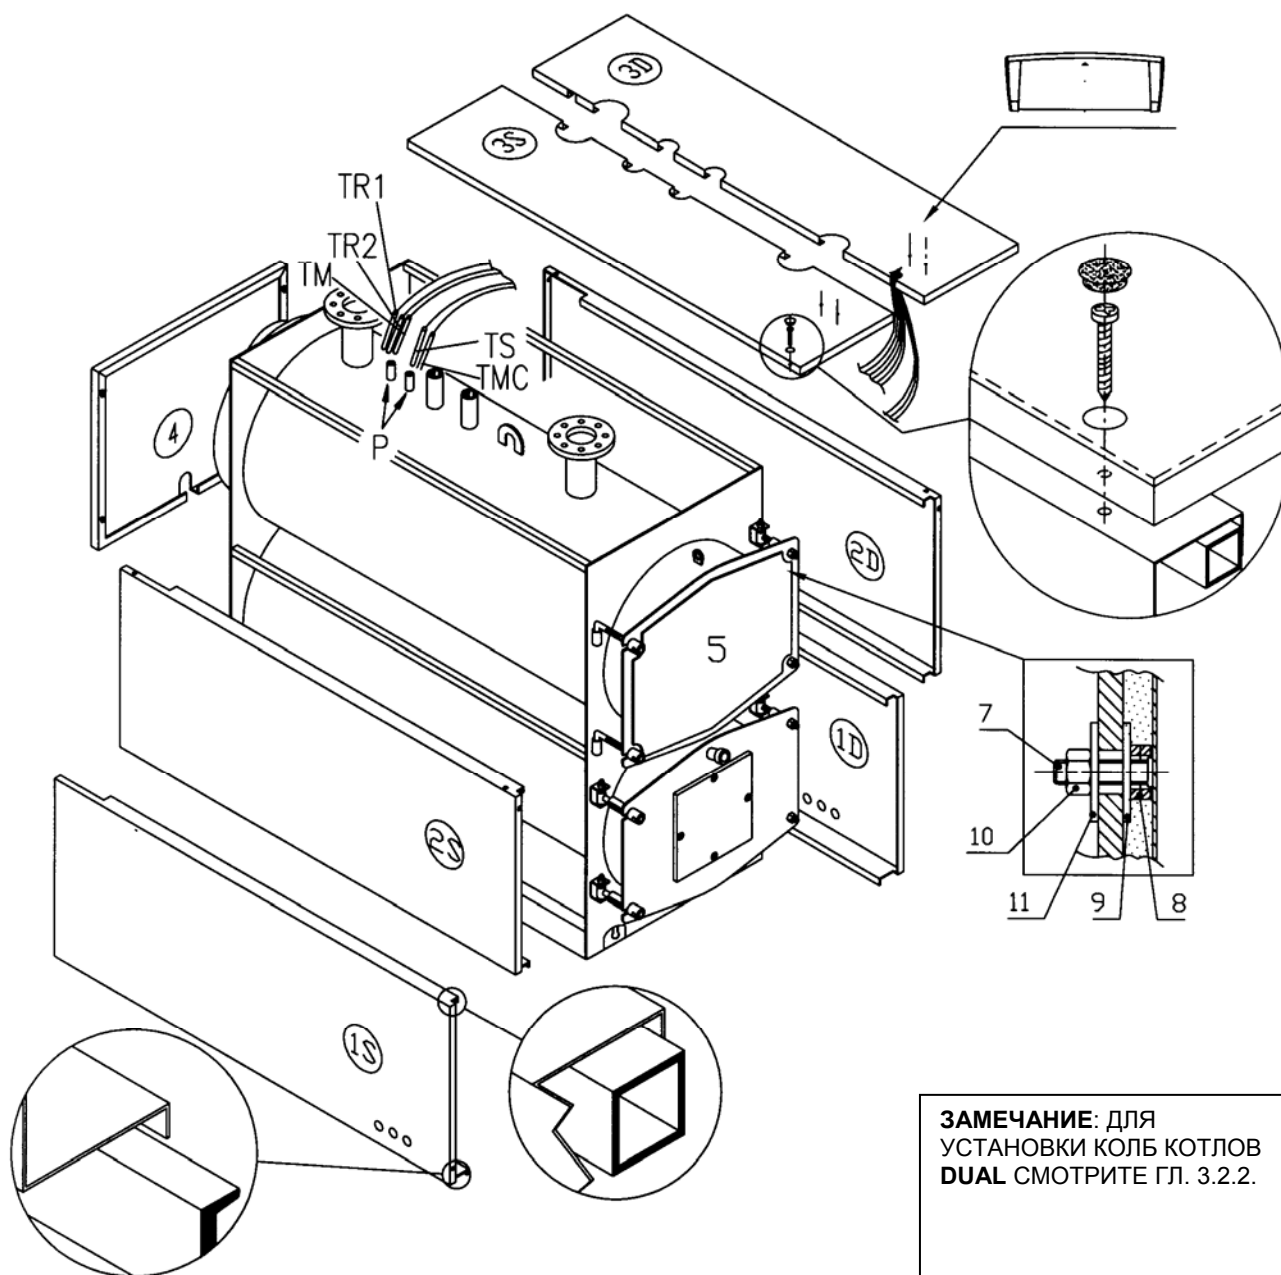

Fig. 6
4.1 ОБШИВКА КОТЛА (РИС. 6)
- Обернуть стекловатой корпус котла, оставив видимыми футляры для колб (P), расположенные около фланцевого патрубка подачи.
- Установить заднюю панель (4) соединяя в боковым панелям котла при помощи выступающих язычков.
- Для монтирования панели дверцы (5) вставить на каждый болт (7) панели две распорки (8) и шайбу (9), таким образом установить панель на дверцу закрепляя при помощи гайки (10) и другой шайбы (11).